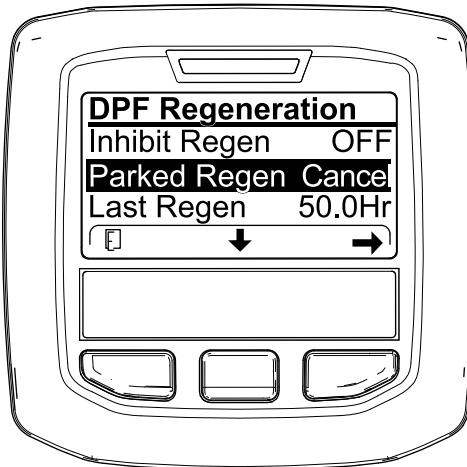
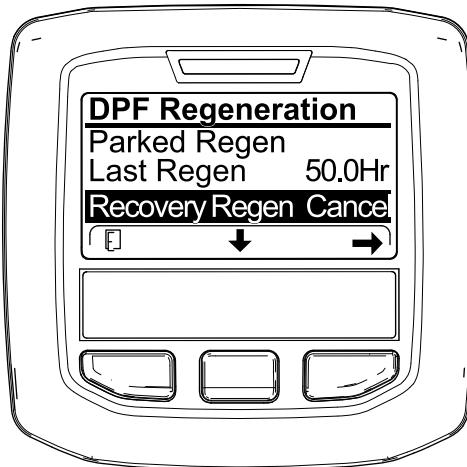

Figura 70
Figura 71
1. Acceda al menú DPF Regeneration (Regeneración de DPF) (Figura 70).
- Pulse el botón central para desplazarse hacia abajo, hasta la opción PARKED REGEN CANCEL (Cancelación de regeneración con máquina aparcada) (Figura 70) o la opción RECOVERY REGEN CANCEL (Cancelación de regeneración de recuperación) (Figura 71).
- Pulse el botón derecho para seleccionar la opción Regen Cancel (Cancelación de regeneración) (Figura 70 o Figura 71).